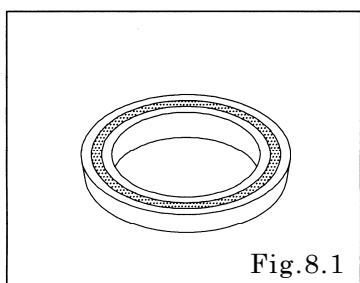

Fig.8.1
[Fig.8.1]
- Reajuste los tirantes horizontales y luego los verticales. [Fig. 8.1] (La Fig. 8.1 muestra DP-5F).